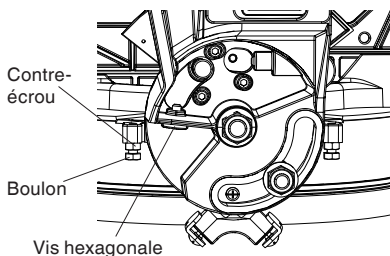

Fig. 17
- (2) Desserrer la poignée de verrouillage d'angle en biseau et incliner complètement vers la droite le carter.
- (3) Au moyen d'une équerre combinée, confirmer si la lame est 45° par rapport à la table.
- (4) Pour ajuster, incliner le carter à 0°, desserrer le contre-écrou et tourner le boulon vers l'intérieur ou l'extérieur pour augmenter ou diminuer l'angle comme illustré sur la Fig. 17.
- (5) Incliner le bras de coupe en arrière vers la droite et reconfirmer l'alignement.
- (6) Répéter les étapes jusqu'à ce que la lame soit à 45° par rapport à la table. Une fois l'alignement obtenu, serrer le contre-écrou et la poignée de verrouillage d'angle en biseau.